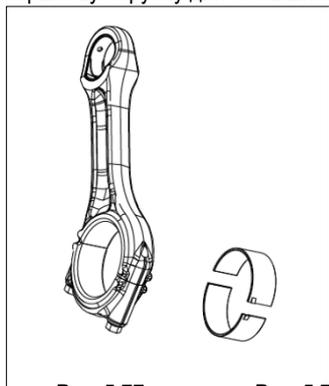

Рис. 5.77
1. Установить вкладыши в нижнюю головку шатуна и крышку. Проверить, что замки вкладышей надежно зафиксированы в ответных пазах. Нанести масло на поверхности трения вкладышей после их установки. (см. рис. 5.77)